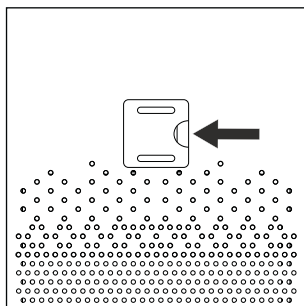

Fig. 1
2. Deschideți capacul compartimentului senzorului de particule **11** pe partea posterioară a aparatului, punând degetul în deschizătura de la capac **11** (a se vedea fig. 1). Trageți apoi de capac **11** în direcția dvs. până când acesta se deschide.